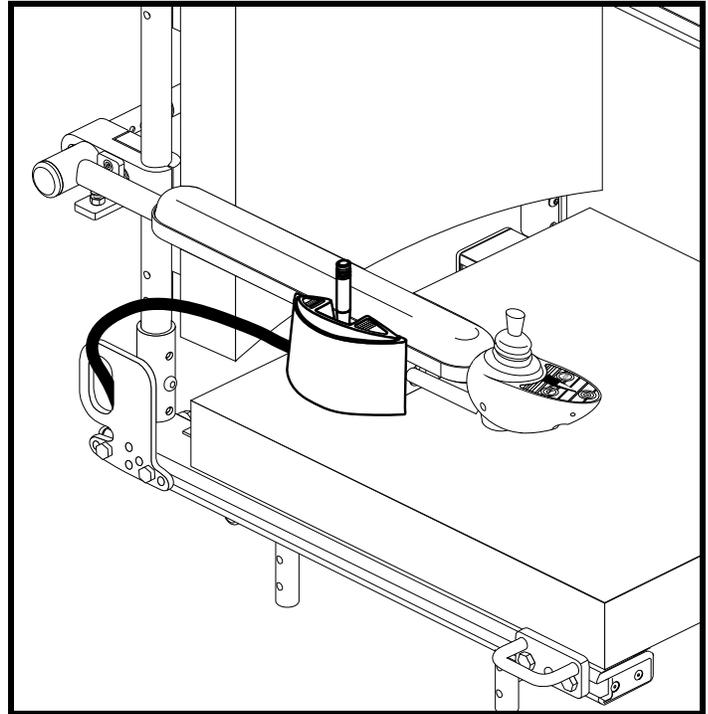

Figure 24. Bouton du siège électrique
1. Pesez sur l'avant du commutateur pour faire monter le siège. **Voir la figure 24.**